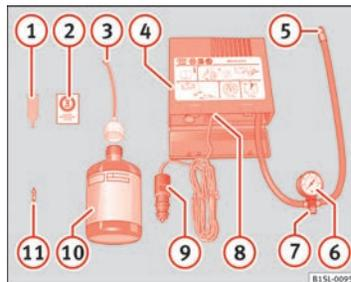

Fig. 141 Rappresentazione standard: Contenuto kit per la riparazione dei pneumatici.
Il kit per la riparazione dei pneumatici si trova nel sottofondo del bagagliaio. Include i seguenti componenti ⇒ fig. 141:
10. Attaccare l'etichetta adesiva ⇒ fig. 141 2 del kit sulla plancia, ben in vista per il conducente.
- Svitare l'inserto valvola con l'apposito attrezzo con l'attrezzo corrispondente ⇒ fig. 141 1 e posarlo su una superficie pulita.
- Agitare energicamente la bomoletta del sigillante per pneumatici ⇒ fig. 141 10 per alcuni secondi.
- Avvitare il tubo di riempimento ⇒ fig. 141 3 alla bomoletta di sigillante girandolo in senso orario. La piombatura della bomoletta si rompe automaticamente.
- Rimuovere il tappo del tubo di riempimento ⇒ fig. 141 3 e avvitare l'estremità aperta dal tubo alla valvola del pneumatico.
- Avvitare di nuovo l'inserto valvola con l'attrezzo corrispondente ⇒ fig. 141 ① nella valvola del pneumatico.
- Avvitare il tubo di gonfiaggio ⇒ fig. 141 ⑤ del compressore alla valvola del pneumatico.
- Accertarsi che la vite di sfiatione dell'aria ⇒ fig. 141 ⑦ sia chiusa.
- Collegare il connettore ⇒ fig. 141 ⑨ a una presa di corrente da 12 volt del veicolo ⇒ pagina 121.
- Collegare il compressore d'aria all'interruttore ON/OFF ⇒ fig. 141 ⑧.
- Tenere acceso il compressore fino a che non sia stata raggiunta una pressione compresa fra 2,0 e 2,5 bar (29-36 psi / 200-250 kPa) ⇒ ⚠. **Tempo massimo di funzionamento 8 minuti** ⇒ ⑩.
Riavvitare il tubo di gonfiaggio ⇒ fig. 141 ⑤ e controllare la pressione con il manometro ⑥.